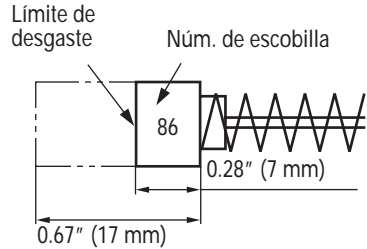

Fig. 9
4. Inspeccionar las escobillas de carbón (Fig. 9)
Al equiparse la escobilla de carbón de parada automática, el motor se detendrá automáticamente en ese momento hay que proceder a cambiar ambas escobillas de carbón por la nuevas, que tienen los mismos números de escobillas de carbón como se muestra en la Fig. 9. Además siempre hay que mantener las escobillas de carbón limpias y asegurarse de que se muevan libremente en sus porta-escobillas.
Utilice las escobillas metabo HPT Núm. 86 indicadas en la Fig. 9.